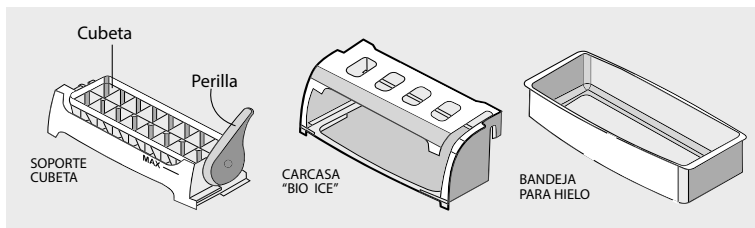

Figura 56
- Retire cada una de las partes que conforma el fabricante de hielo (Bio Ice), lávelas con detergente para lavaplatos y asegúrese de no dejar residuos. (Figura 56).